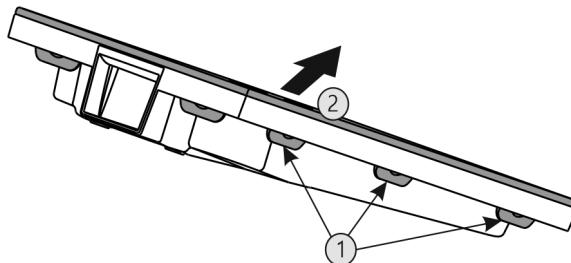

Fig. 42
- Stlačte za sebou všechny západky Fig. 42 (1) a sejměte kryt Fig. 42 (2).